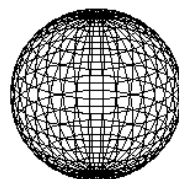

图 4-15 球体
2. 指定球体的中心点，指定半径，绘制的球体，如图 4-15 所示。